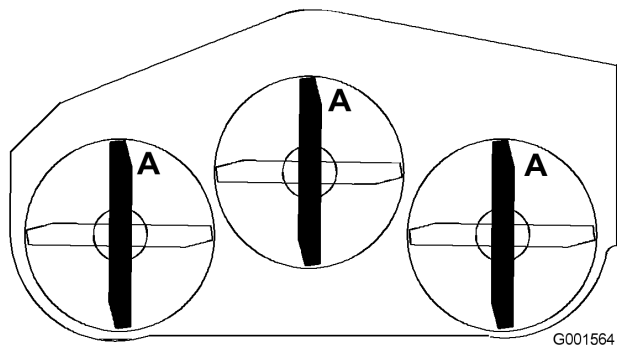

Figure 58
- Tournez les lames dans le sens longitudinal (Figure 58).